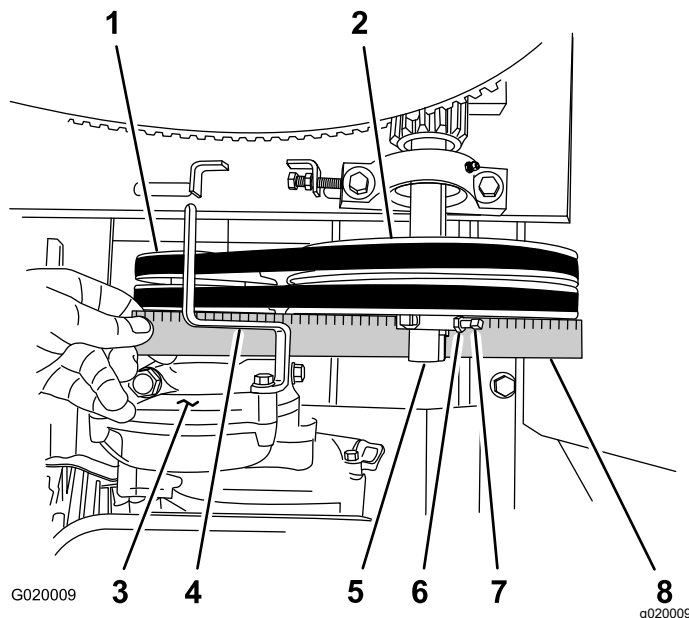

Figure 63
D. Placez une règle droite en travers de la poulie de moteur et de la poulie de tension (Figure 63).
E. Au besoin, faites pivoter le moteur sur le plancher moteur jusqu'à ce que la poulie de moteur et la poulie de tension soient alignées sur la règle droite (Figure 63).